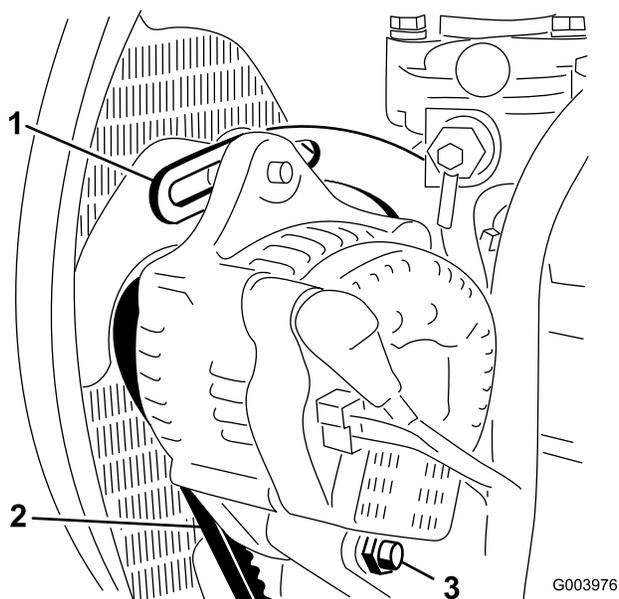

Figura 72
2. Controllate la tensione della cinghia dell'alternatore premendola (Figura 72) al centro tra l'alternatore e le pulegge dell'albero a gomito con una forza di 10 kg.
3. Allentate il bullone che fissa il supporto al motore (Figura 72), il bullone che fissa l'alternatore al supporto ed il bullone di rotazione.